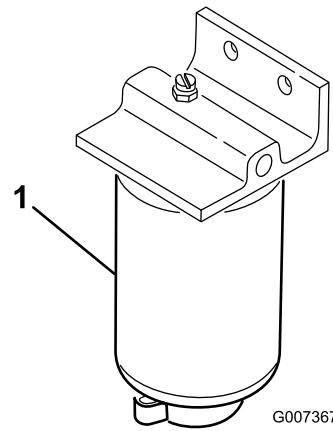

図 40
2. フィルタ容器(図 40)の周辺をウェスできれいにぬぐう。
4. フィルタのドレンプラグとブリーザバルブを開く図 40。